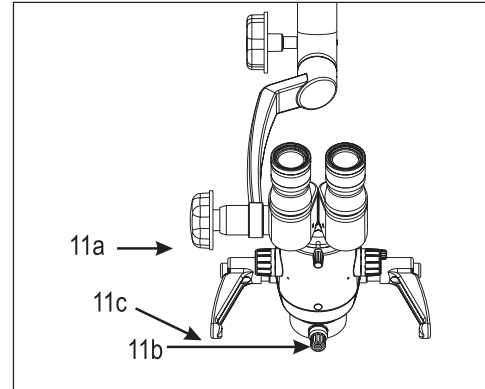

Fig. 11
**Puesta en funcionamiento de la magnificación (Refiérase a la Fig. 11)**